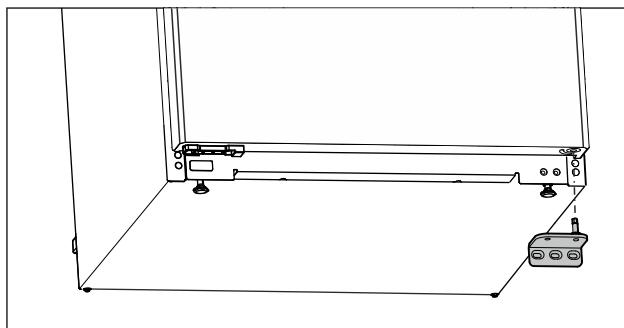

Fig. 12
- Свалете лагерната стойка надолу. (виж Fig. 12)